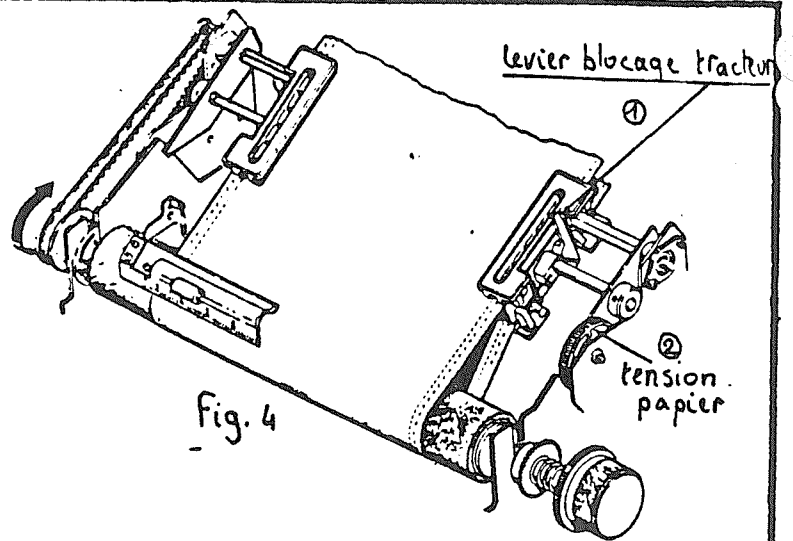

Fig. 4
- Engager le papier sous le rouleau et positionner le papier suivant fig.4.